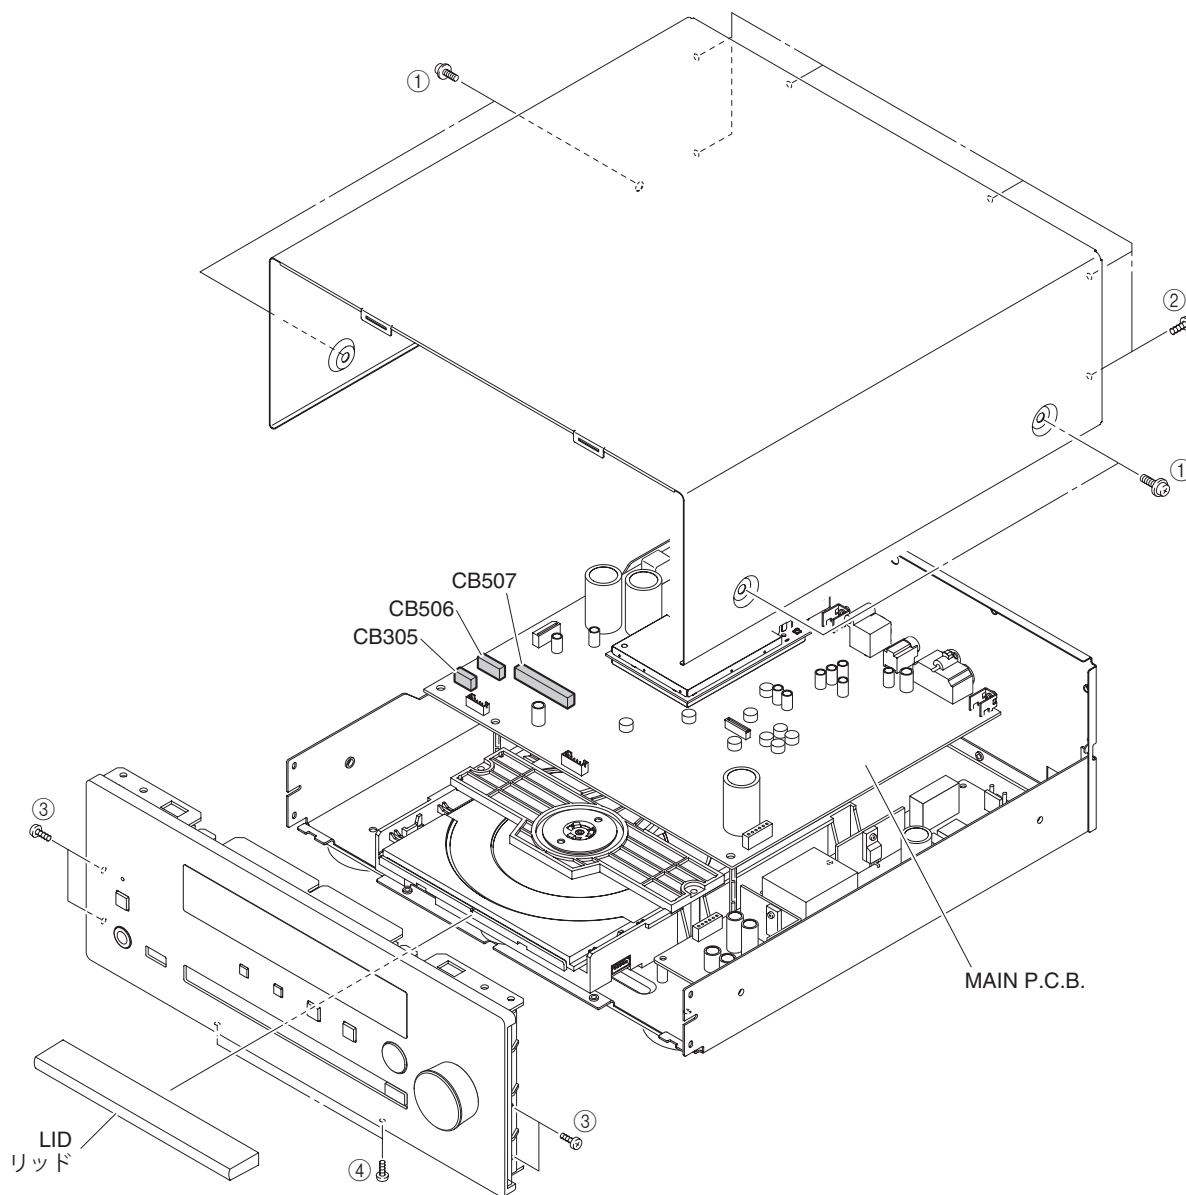

Fig. 1
1. Removal of Top Cover and Front Panel Unit (Fig. 1)
- Remove 4 screws ① and 6 screws ②.
- Remove 4 screws ③ and 2 screws ④.
1. トップカバー、フロントパネルユニットの外し方 (Fig. 1)
- ①のネジ4本、②のネジ6本を外します。
- ③のネジ4本、④のネジ2本を外します。